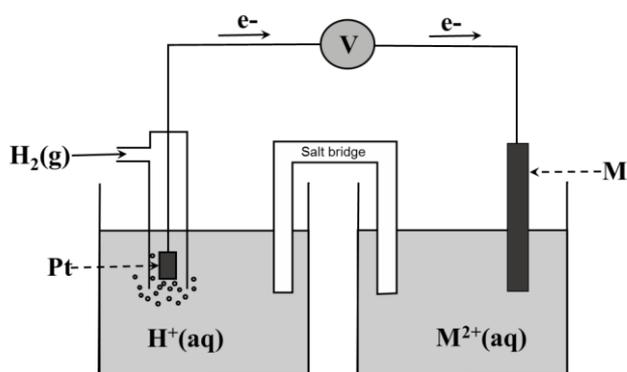

Figura 1:
L'esperimento viene eseguito a 30,00 °C. La cella elettrochimica è composta da una semicella a idrogeno [Pt_(s) | H_{2(g)} | H⁺_(aq)] contenente un elettrodo di platino immerso in una soluzione tampone sotto pressione di idrogeno gassoso. Questa semicella a idrogeno è collegata a una semicella a striscia metallica (**M**) immersa in una soluzione a concentrazione sconosciuta di M²⁺_(aq). Le due semicelle sono collegate tramite un ponte salino, come mostrato in Figura 1. I potenziali di riduzione standard sono riportati nella Tabella 1.
a) Se il quoziente di reazione (Q) dell'intera cella galvanica è pari a $2,18 \times 10^{-4}$ a $30,00^\circ C$, la forza elettromotrice è $+0,450 V$. Calcolare il valore del potenziale di riduzione standard (E°) e identificare il metallo "**M**". Nota: $\Delta G = \Delta G^\circ + RT \ln Q$ (punti 2)
c) La concentrazione incognita della soluzione di $M^{2+}_{(aq)}$ nella cella (Figura 1) può essere analizzata mediante una titolazione iodometrica. Un'aliquota di $25,00 \text{ cm}^3$ di soluzione di $M^{2+}_{(aq)}$ viene aggiunta in una beuta con un eccesso di KI. Per raggiungere il punto equivalente, è necessario un volume di $25,05 \text{ mL}$ di una soluzione di tiosolfato di sodio con una concentrazione di $0,800 \text{ mol/L}$. Scrivere tutte le reazioni redox associate a questa titolazione e calcolare la concentrazione della soluzione di $M^{2+}_{(aq)}$. (punti 2)
d) Nella Figura 1, se la semicella a idrogeno è immersa in idrogeno gassoso a $0,360 \text{ bar}$ e l'elettrodo di platino è immerso in una soluzione tampone di 500 cm^3 contenente $0,050$ moli di acido lattico ($HC_3H_5O_3$) e $0,025$ moli di lattato di sodio ($C_3H_5O_3Na$), la forza elettromotrice della cella galvanica misurata è $+0,534 V$. Calcolare il pH della soluzione tampone (punti 2) e la costante di dissociazione (K_a) dell'acido lattico a $30,00^\circ C$ (punti 2). (punti 4)